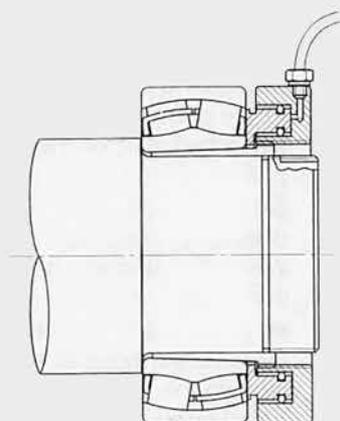

Рис. 7.7 Способ применения гидравлической гайки
7.2.5 Способ гидравлической гайки (Рис. 7.7)